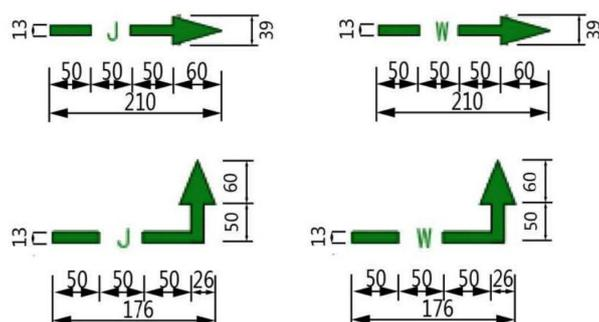

图 5-3 给水排水类管线标识样式及尺寸示例
5.6 给水排水类管线标识。给水排水类管线标识由管线符号和流水箭形组成。给水管线用字母“J”表示，排水管线用字母“W”表示。标识样式及尺寸示例见图 5-3。